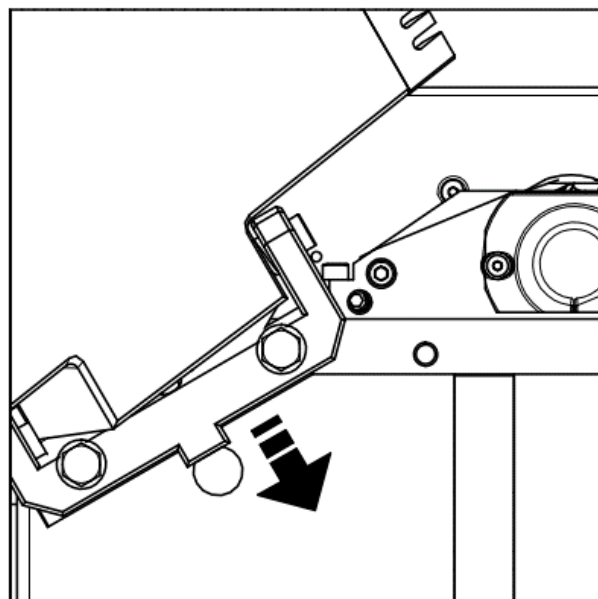

Fig 14
- 8 Avant de fermer les tables d'alimentation et de sortie, n'oubliez pas de tirer vers le bas le loquet de sécurité (Fig. 11.3). (Fig 14)
- 3 Tirez ensuite vers le bas les goupilles de verrouillage des charnières (Fig. 11.3 + Fig. 14) pour fermer les tables.